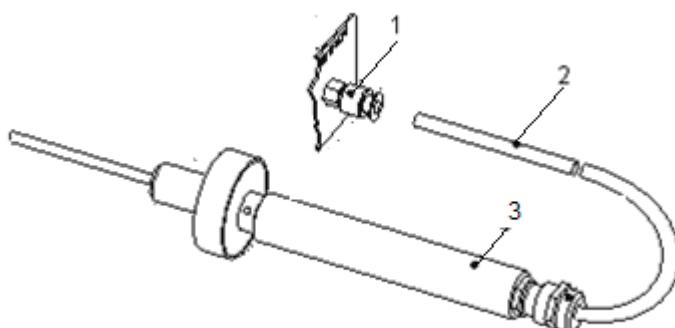
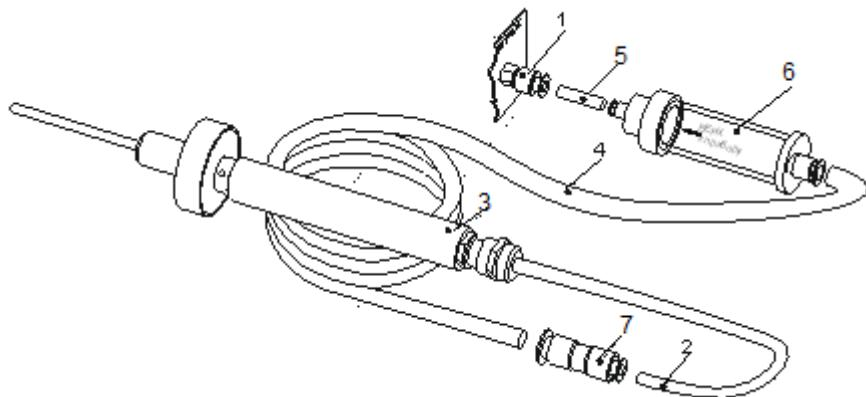

Рис. 1. Схема соединения элементов пробоотборника с газоанализатором
Рис. 2. Схема соединения удлинителя и устройства защиты детектора с газоанализатором
1.1 Отсоедините трубку фторопластовую 2 от штуцера ПРОБА 1 (рис. 1). Соедините устройство (6) со штуцером ПРОБА (1), используя трубку (5) (поставляется с устройством), и с удлинителем (4), трубку 2 соедините с переходником (7) удлинителя (рис. 2).
2.3. Для проверки чистоты устройства с помощью фторопластовой трубы 5 соедините выход устройства с входным штуцером 1 газоанализатора (см. рис. 2), а вход – с фильтром-поглотителем и включите газоанализатор. Если показания ФИД газоанализатора не превышают 5 $\text{мг}/\text{м}^3$, устройство считается пригодным к использованию. Если показания газоанализатора превышают 5 $\text{мг}/\text{м}^3$, следует промыть фильтр повторно и заменить мембрану.